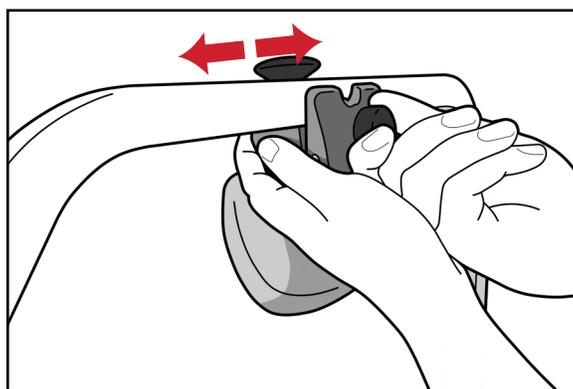

Рис. 11
1. Ослабьте ручку блокировки, сдвиньте компрессионный зажим в нужное положение и закрепите, затянув ручку блокировки. (Рис. 11)